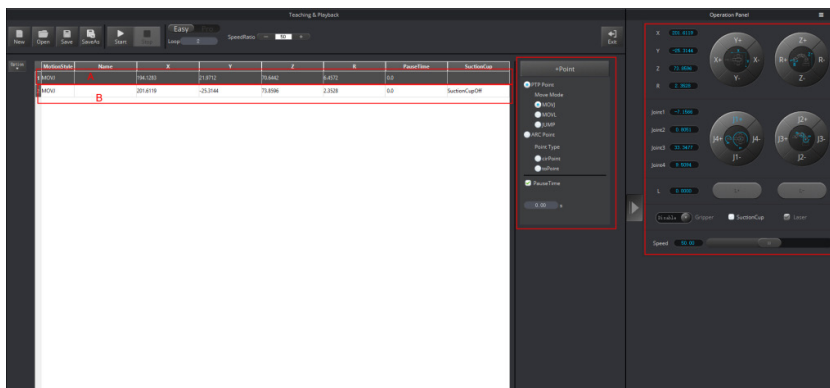

Figura 69: Salvar a posição final B
4.5. Clique em **+Point** para salvar a coordenada correspondente à posição B, como mostrado na Figura 69.